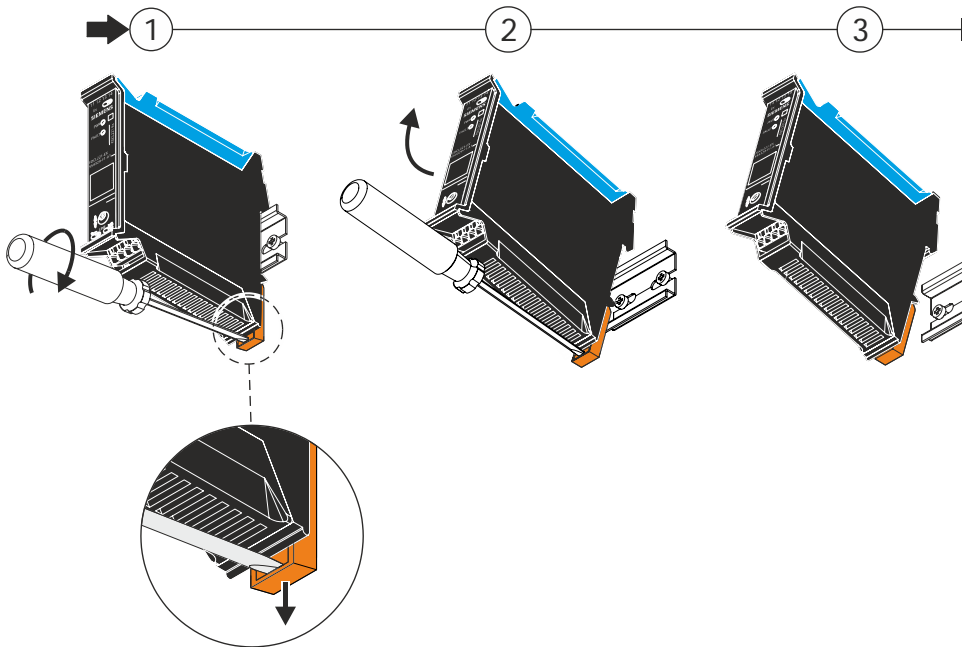

Fig. 5
**Removal from a DIN rail (Fig. 5)**
**Demontage von einer Hutschiene (Fig. 5)**